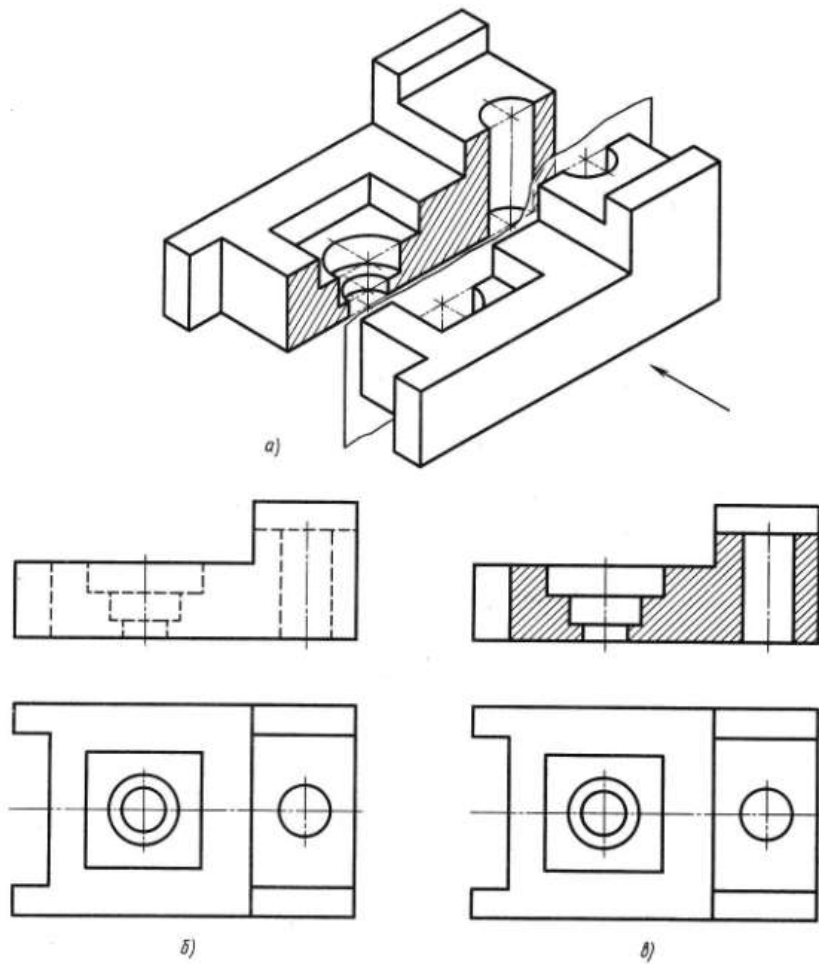
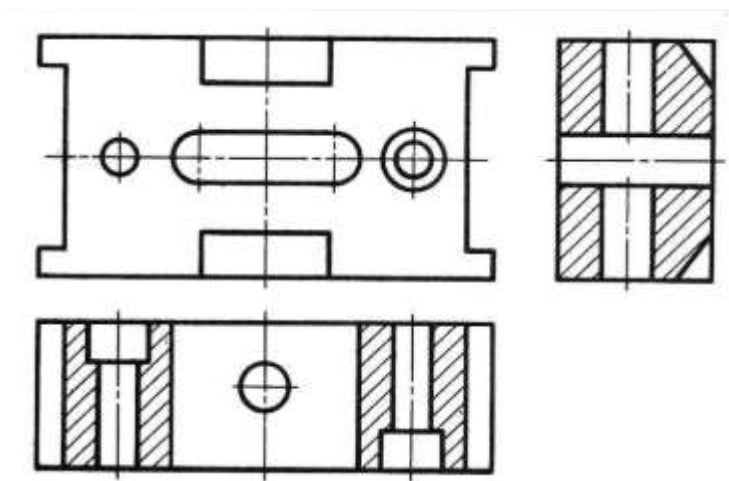

Рис.3
Рис.4
**Разрез** — изображение предмета, мысленно рассеченного одной или несколькими плоскостями, при этом мысленное рассечение предмета относится только к данному разрезу и не влечет за собой изменения других изображений того же предмета. На разрезе показывается то, что получается в секущей плоскости и что расположено за ней. Другими словами, часть предмета, находящуюся между плоскостью, разрезающей его, и человеком, строящим изображение, мысленно удаляют, как показано на рис. 3(а). Направление взгляда здесь указано стрелкой. В результате внутреннее строение детали становится видимым. При этом линии невидимого контура (рис. 3,б) обводят линией видимого контура
Разрез, выполненный одной секущей плоскостью, называется простым (рис.3).
В разрезе изображают то, что расположено в плоскости разреза, и то, что расположено за ней. Стенки модели или детали, которые условно разрежала проведенная плоскость, заштриховывают тонкими сплошными линиями под углом  $45^\circ$  к горизонтальным линиям основной надписи. Если направление штриховки совпадает с направлением какой-либо контурной линии, то штриховку выполняют под углом  $30$  или  $60^\circ$  к линиям основной надписи. Расстояние между линиями штриховки в зависимости от площади штриховки может быть равно от  $1$  до  $10$  мм. Те части предмета, которые расположены за плоскостью разреза, не заштриховывают (рис. 3,в). Если на чертеже детали выполнено несколько разрезов, то все они должны иметь одинаковое направление наклона штриховки и одинаковый интервал между линиями штриховки (рис. 4).
Разрез, выполненный на одной плоскости проекций, не влияет на изображения предмета на других проекциях. Так, например, на рис.3(в) изображен разрез на фронтальной проекции, а на горизонтальной проекции деталь изображена полностью, т. е. то, что условно удалено на одной проекции, сохраняется на других проекциях.
Внутреннее устройство предмета, выявленное разрезом, на других проекциях невидимым контуром не изображается. Для выявления внутренней формы предмета на одном чертеже может быть выполнено несколько разрезов (рис.4).
При вертикальном разрезе плоскость разреза перпендикулярна горизонтальной плоскости проекций (рис. 3,в). Такой разрез может быть выполнен на фронтальной и профильной плоскостях проекций.
При горизонтальном разрезе плоскость разреза параллельна горизонтальной плоскости проекций (рис.4).
Разрез, выполненный плоскостью вдоль длины детали, называют продольным (рис. 3,в), а — перпендикулярно к её длине или высоте — поперечным (рис.4).
При выполнении разреза выявляется внутреннее устройство предмета, но частично теряется его внешний вид (рис.3, а, в). Такой разрез называют полным. Его рекомендуется применять, если в плоскости разреза форма детали несимметричная (рис. 3, 4).